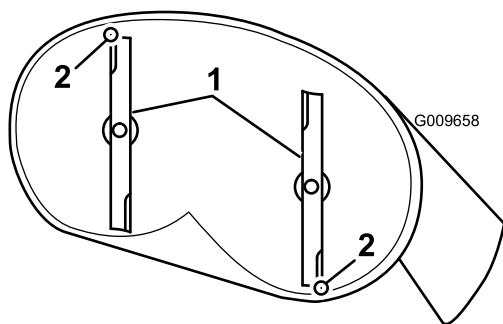
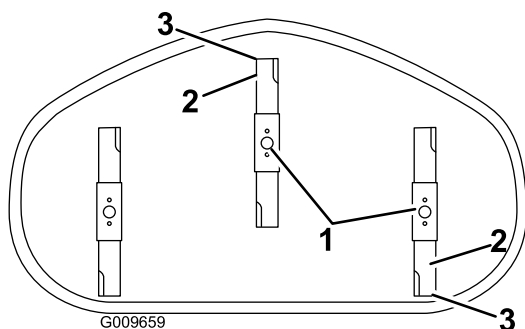

図 71
図 72
4. 注意深くブレードを回転させて、ブレードを前後方向に向ける 図 71と図 72。
5. 前方のブレードの前端の刃先から平らな床面までの距離を測定する。同様に、後方のブレードの後端の刃先から平らな床面までの距離を測定する図 71と図 72。
9. 調整ができたなら、もう一度前後の傾きをチェックし、傾きが適正になるまで前端での刃先の高さが後端での高さよりも 1.6-7.9 mm 低い前部ロックナットでの調整を続ける図 71 と図 72。